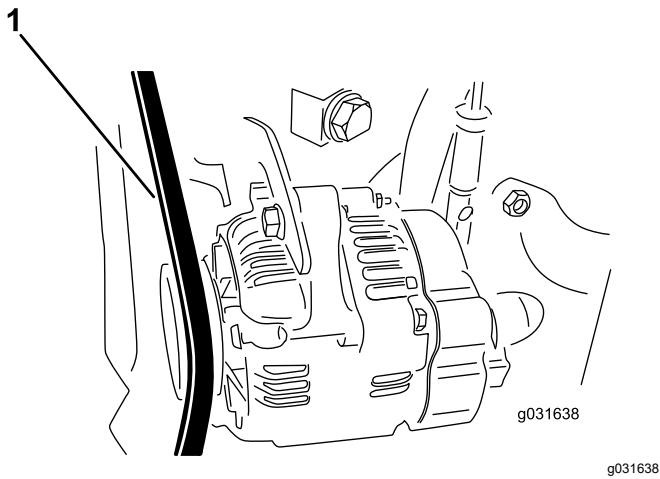

Bild 62
2. Wenden Sie eine Kraft von 30 N zwischen den Riemscheiben auf den Lichtmaschinenriemen an (Bild 62).